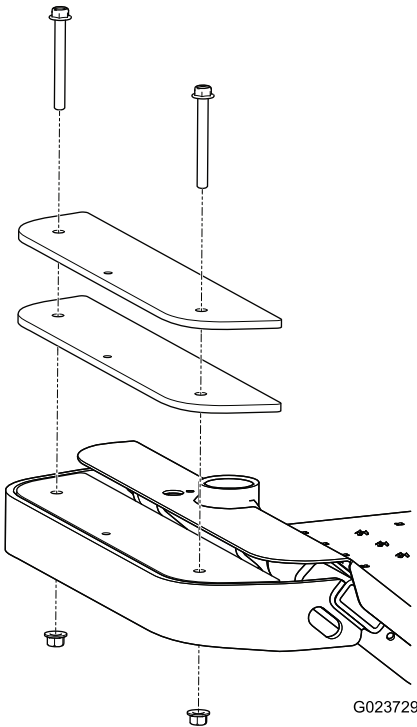

Figura 12
- Retire los 2 pernos y las 2 tuercas que sujetan los pesos existentes a la parte delantera de la máquina (Figura 12).